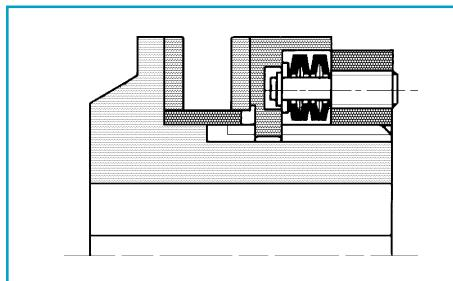

Fig.6
- Montare le molle a tazza nella conformazione (MC o MS) desiderata. Allentare i perni portamolla e procedere ad una pre-regolazione della ghiera. Serrare i perni portamolla e verificare che la coppia ottenuta, corrisponda a quella richiesta (trazione senza slittamento e verifica del valore di coppia, allo slittamento). Procedere, se necessario, alle opportune regolazioni nello stesso modo (Fig. 6).
- Monter les rondelles sphériques dans la conformation (MC ou MS) voulue. Desserrez les axes porte-ressort et procéder à un pré-réglage du collier. Serrer les axes porte-ressort et contrôler si le couple obtenu correspond bien au couple qu'il faut (traction sans friction et contrôle de la valeur de couple à la friction). Procéder de la même manière, aux réglages qui s'avèrent nécessaires (Fig. 6).
- Fit the Belleville spring in the desired configuration (MC or MS). Loosen the spring-holder pins and proceed with presetting of the locknut. Tighten the spring-holder pins and check that the torque obtained corresponds with that requested (traction without sliding and check on torque value when sliding occurs). Make further adjustments in the same manner as necessary (Fig. 6).
- Die Tellerfeder in der gewünschten Konfiguration (MC oder MS) montieren. Die Federbolzen lösen und eine Voreinstellung der Mutter vornehmen. Die Federbolzen anziehen und überprüfen, ob das hierdurch erreichte Drehmoment dem gewünschten Drehmoment entspricht (Mitnahmereibung ohne Gleiten und Überprüfung des Drehmomentwerts während des Gleitvorgangs). Soweit erforderlich, in der gleichen Weise die Regulierung verbessern (Abb. 6).